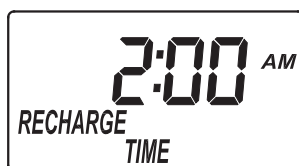

FIG. 18
1. Si vous avez réalisé l'étape précédente, le mot « RECHARGE TIME » (heure de régénération) apparaît à l'écran (cf. Figure 18); sinon, appuyez sur le sélecteur à plusieurs reprises pour l'afficher.